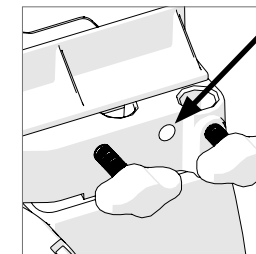

Fig. 19
- Retirez la vis sans tête (**Fig. 19**) bloquant la partie supérieure coulissante du guide, contre le moulage principal du guide.